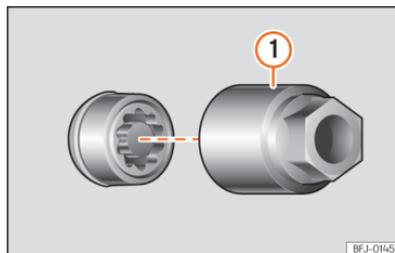

Abb. 188 Diebstahlhemmende Radschraube mit Abdeckkappe und Adapter
- Setzen Sie den Spezialadapter »» (Abb. 188) ① (Bordwerkzeug »» S. 257) bis zum Anschlag in die diebstahlhemmende Radschraube ein.